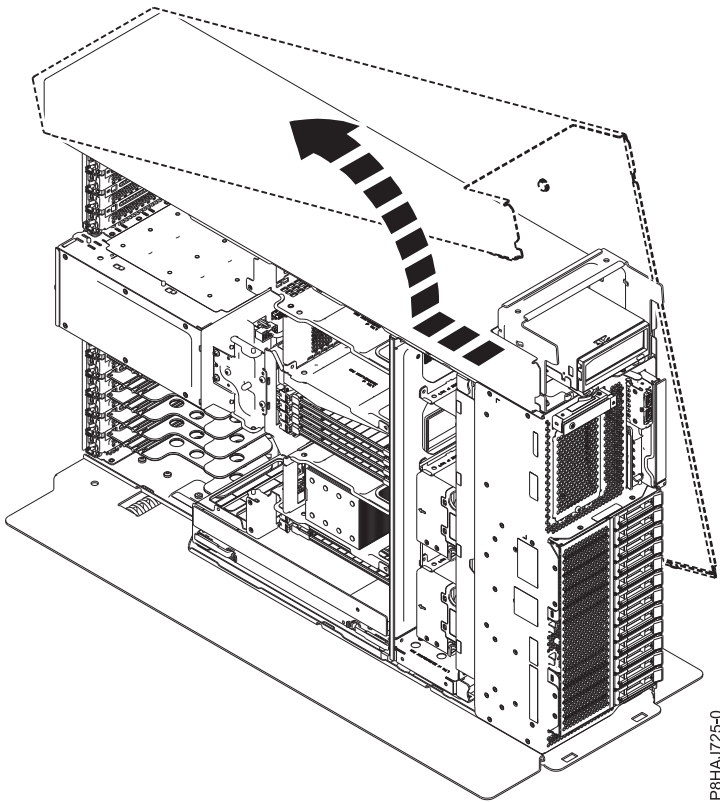

図 14. 8286-41A のサイド・カバーの取り外し
5. サイド・カバーを、図 14 に示されている方向へスライドさせて、システムから外します。